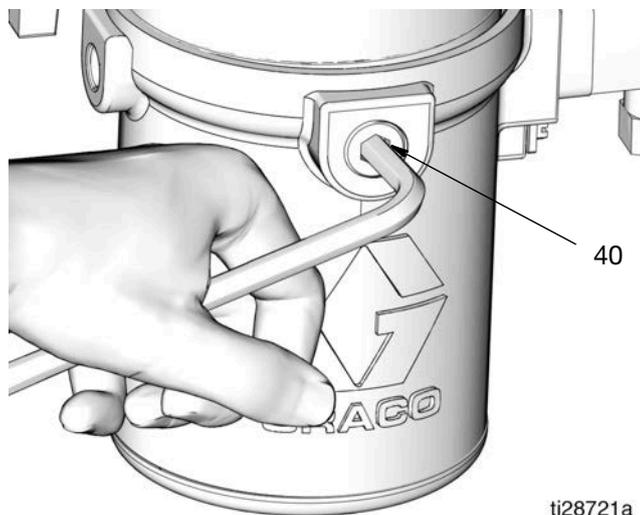

FIG. 11
5. Use una llave hexagonal para aflojar poco a poco el tapón de drenaje (40) y quitarlo de la base de la bomba con el fin de vaciar el aceite de esta (FIG. 11).